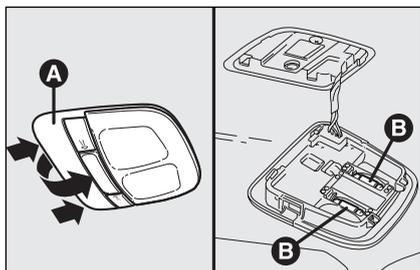

fig. 46
- estrarre la plafoniera **A**-fig. 46 facendo leva nei punti indicati dalle frecce (in corrispondenza delle linguette di ritenimento);